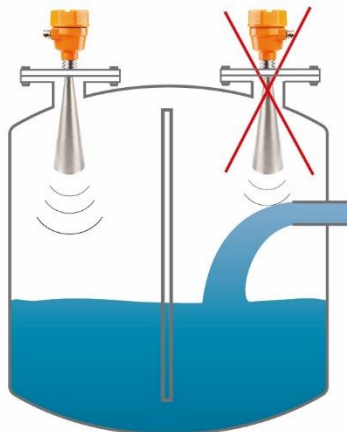

Рисунок 6
- если в конус диаграммы направленности прибора попадает струя (поток) продукта при загрузке резервуара (рисунок 6), это приводит к искажению или частичной потере сигнала, отраженного от действительного уровня продукта;
- если на поверхности контролируемой среды возможно повышенное бурление или колебание, то, в месте установки уровнемера, необходимо установить успокоительные элементы (например, разделительные перегородки) (рисунок 6);